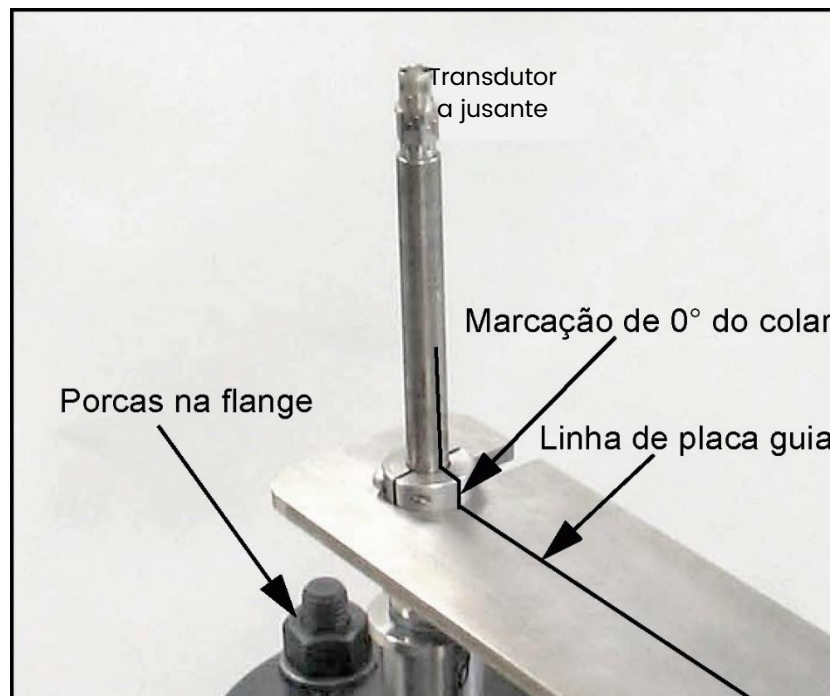

Figura 12: Marcação 0° do colar de travamento alinhado com a linha da placa guia
5. Verifique se a marcação 0° na lateral do anel tensor está alinhada com a linha na placa guia. Se eles não estiverem alinhados, solte os parafusos no topo do flange do cilindro e gire o conjunto de transdutor até as duas linhas estarem alinhadas (veja a Figura 12 abaixo). Em seguida, reaperte as porcas.